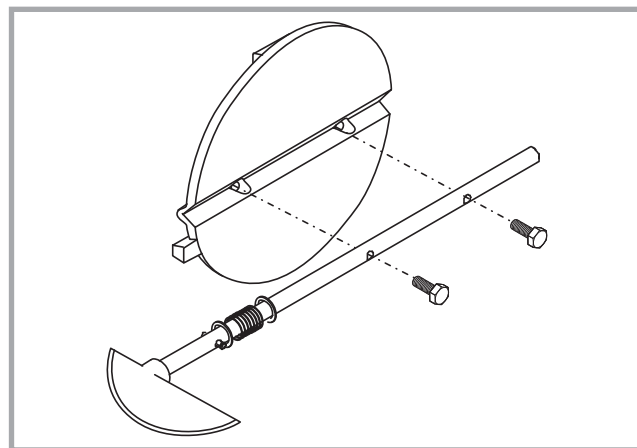

Figure 10 - Clé de manoeuvre et clapet
- Remonter la clé de manoeuvre et le clapet de tirage, la poignée de la clé doit être verticale lorsque le clapet est fermé (fig. 10).